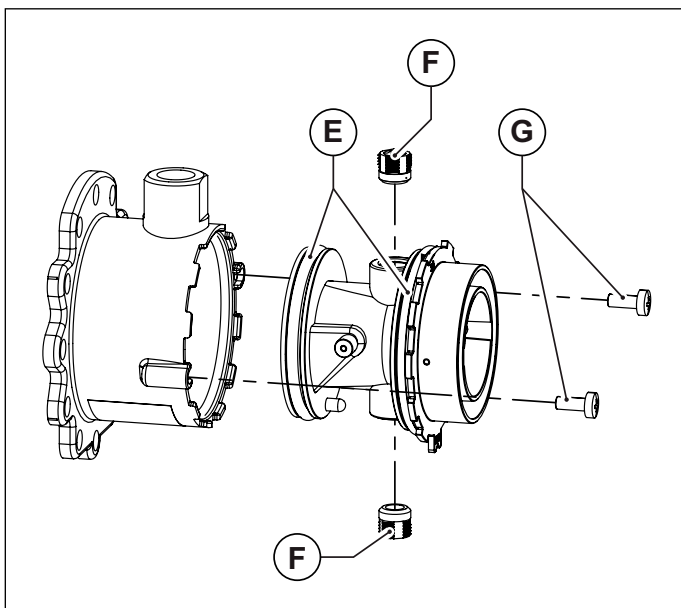

Рис. 29 Пластмасовий корпус змішувача
- Відкрутіть два гвинта та вийміть пластиковий корпус змішувального вузла (дивись Рис. 29 Пластмасовий корпус змішувача).
- Використовуючи шостигранний ключ, викрутіть дві форсунки діаметром 6 мм (дивись Рис. 29 Пластмасовий корпус змішувача).
- Вставити пластмасовий корпус (трубку Вентурі) в вузол підмісу та зафіксувати його гвинтами, слідкуючи за тим щоб не пошкодити ущільнення які розташовані по краях пластмасового корпусу (див. Рис. 29 Пластмасовий корпус змішувача) правильно обрати монтажне положення (див. Рис. 30 Розташування для мотажу).
- Закріпіть вузол підмісу на вентиляторі за допомогою болтів з циліндричною головкою під шостикутник, не забуваючи встановити між ними кілцеве ущільнення (див. Рис. 29 Пластмасовий корпус змішувача).
- Вставити пластмасовий корпус (трубку Вентурі) в узел підмісу та зафіксувати його гвинтами, слідкуючи за тим щоб не пошкодити ущільнення які розташовані по краям пластмасового корпусу (див. Рис. 29 Пластмасовий корпус змішувача) правильно обрати монтажне положення (див. Рис. 30 Розташування для мотажу).
- Закріпіть вузол підмісу на вентиляторі за допомогою болтів з циліндричною головкою під шостикутник, не забуваючи встановити між ними кільцеве ущільнення (див. Рис. 29 Пластмасовий корпус змішувача).